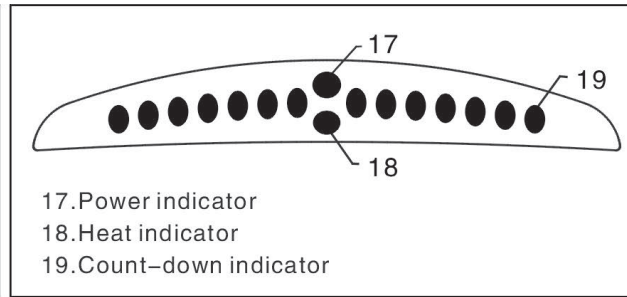

figura 5
3. pantallas LCD(ver figura 5)